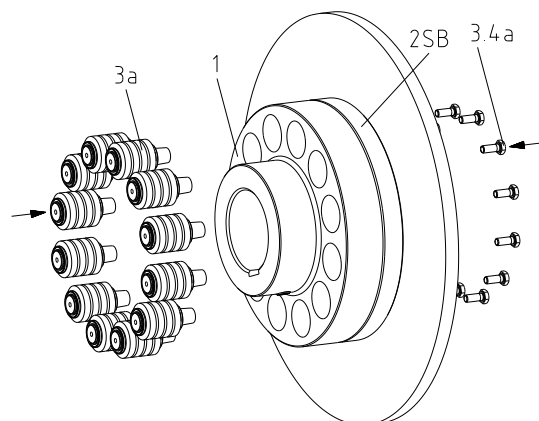

Bild 13
- Sätt in bultarna (komponent 3a) i navet del 1 (komponent 1) (se bild 13).
- Skruva åt bultarna till hexagon skruvarna (komponent 3.4a) och drag åt dem till de specade momenten i tabell 3 med momentnyckel (se bild 13).